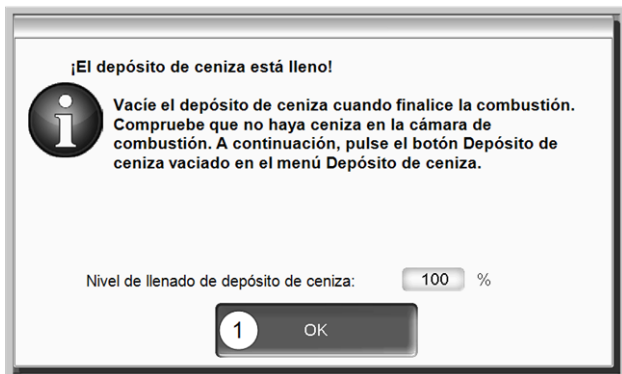

Abb. 2-49_14_051b
- ▶ Confirme el mensaje de aviso en la pantalla con **OK 1** > Abb. 2-49